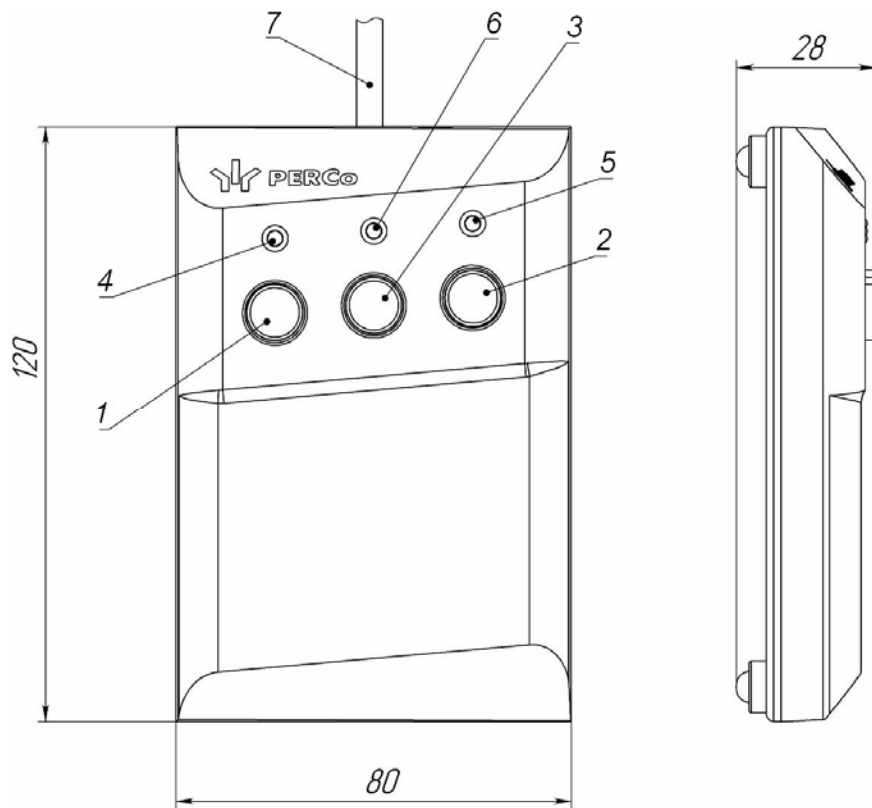
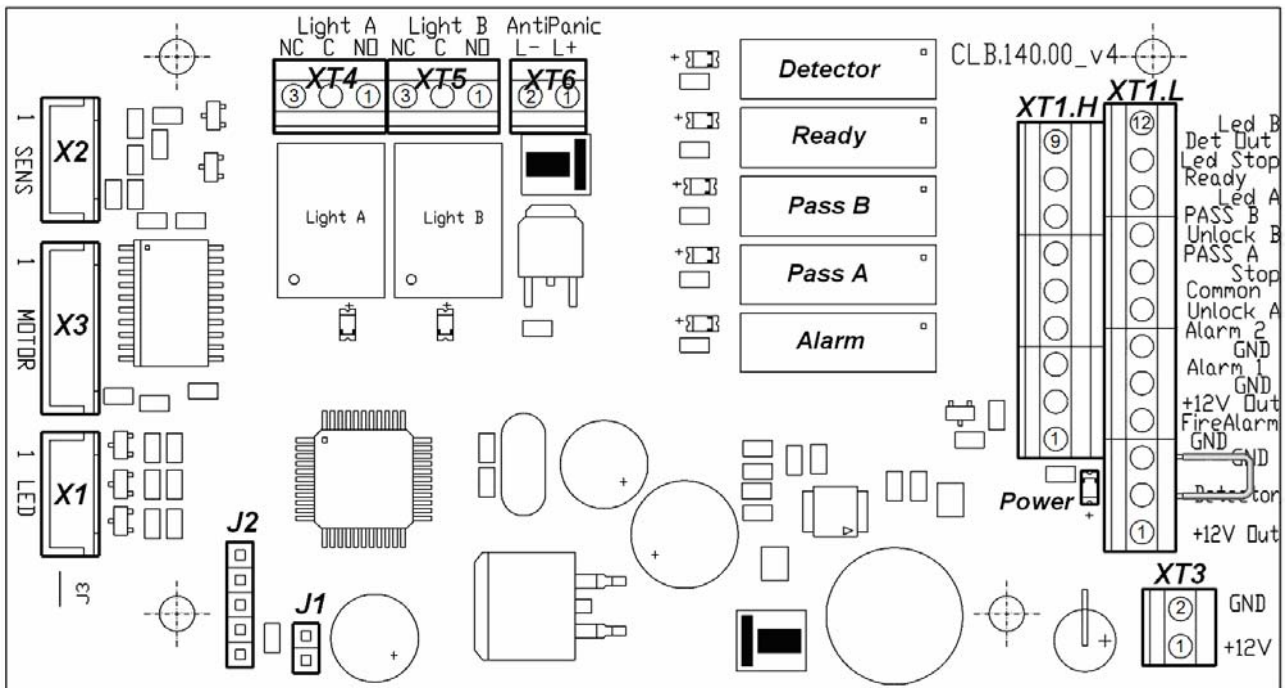
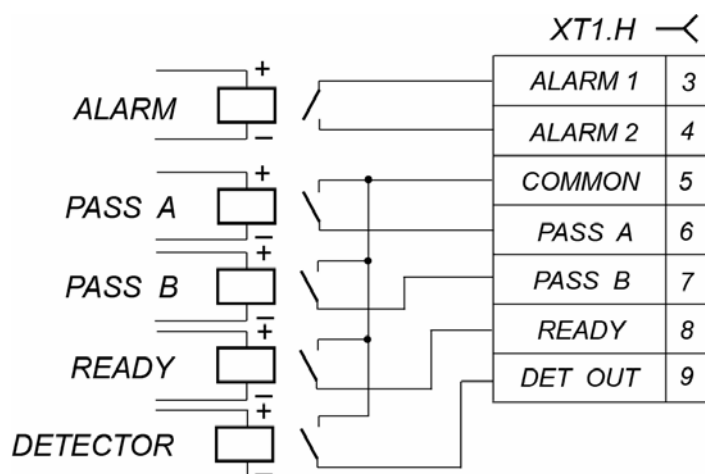

Рисунок 4 Общий вид и габаритные размеры ПДУ
Рисунок 5 Внешний вид платы управления
Рисунок 8 Выходные каскады для PASS A, PASS B, Ready, Det Out и Alarm
5.2.3 ПДУ (13) выполнен в виде небольшого настольного прибора в корпусе из ударопрочного АБС-пластика и предназначен для задания и индикации режимов работы при ручном управлении турникета. ПДУ подключается к плате управления гибким многожильным кабелем (14) через клеммную колодку **XT1.L** (см. рис. 5). Общий вид ПДУ показан на рис. 4.
На лицевой панели ПДУ расположены три кнопки для задания режимов работы турникета. Над кнопками расположены световые индикаторы. В корпусе ПДУ установлен зуммер для звуковой индикации. Средняя кнопка **STOP** предназначена для переключения турникета в режим «*Запрет прохода*». Левая и правая кнопки **LEFT**, **RIGHT** предназначены для разблокировки турникета в выбранном направлении. Изменить ориентацию ПДУ относительно установки стойки турникета (если на месте установки стойка обращена к оператору не лицевой, а тыльной стороной) можно, поменяв местами провода от ПДУ, подключаемые на контакты *Unlock A* и *Unlock B* а также *Led A* и *Led B* соответственно (см. рис. 5 и рис. 12).
5.2.4 Внутри стойки расположен кронштейн с установленной платой управления (см. рис. 5) и клеммами для подключения внешних устройств. К плате подключаются ПДУ, выходы СКУД, устройство РУ, устройство аварийного открытия прохода турникета. На клеммы подключения внешних устройств выведены линии подключения источника питания, линии управления механизмом картоприемника, линии сигналов считывателей. Подключение внешних устройств производится в соответствии со схемой подключения турникета и дополнительного оборудования (см. рис. 12). Схема соединений внутри турникета приведена на рис. 13.
5.2.5 На плате управления (см. рис. 5) расположены:
5.3.7 Обозначения установленных на плате управления клеммных колодок и назначение их контактов показаны на рис. 5 и на наклейке, аналогичной рис. 5, расположенной на внутренней поверхности крышки турникета.
В исходном (неактивном) состоянии при включенном питании контакты реле *PASS A*, *PASS B*, *Ready* и *Detector* замкнуты (на обмотку реле подано напряжение), а контакты реле *Alarm* разомкнуты (напряжение на обмотку реле не подано). Факт срабатывания/отпускаания реле *PASS A*, *PASS B*, *Ready*, *Detector* и *Alarm* можно определить по загоранию/гашению красных индикаторов, которые установлены вблизи указанных реле (см. рис. 5). Выходные каскады для *PASS A*, *PASS B*, *Ready*, *Det Out* и *Alarm* – контакты реле (см. рис. 8) со следующими характеристиками сигналов:
5.5.2 Режим управления определяется наличием перемычки на разъеме **J1** (расположение разъема **J1** показано на рис. 5 и на наклейке, расположенной на внутренней поверхности крышки):
5.9.2 Подключение устройства аварийного открытия прохода, производится к клеммной колодке **XT1.L** платы управления (см. рис. 5) согласно схеме электрических соединений (см. рис. 12).